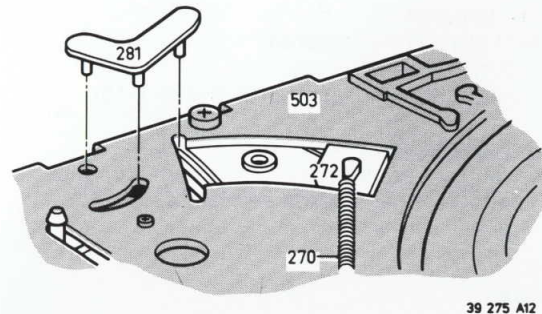

Fig. 3-1-24
- Houder pos. 282 rechts en links ontgrendelen (Fig. 3-1-24).